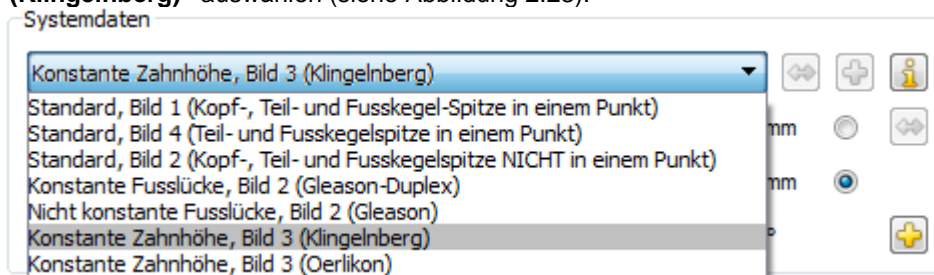

Abbildung 2.23 Bauform „konstante Zahnhöhe“ für Palloid Verfahren anwählen
1. Im Reiter „**Geometrie**“→ „**Systemdaten**“ die Bauform „**konstante Zahnhöhe, Bild 3 (Klingelnberg)**“ auswählen (siehe Abbildung 2.23).